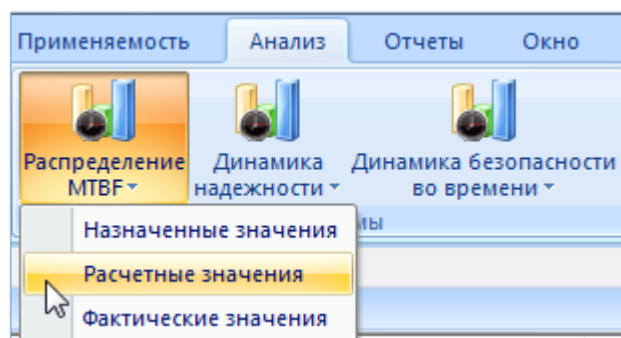

Рис. 13-552 – Выбор диаграммы
4) В отдельном рабочем окне отображается диаграмма по назначенной наработке на отказ по компонентам для выбранного типа изделия (3 на рис. 13-552). Краткое описание инструментов панели «Файл» для диаграмм приведено в пункте 5.4.7 «Панель «Диаграммы»», стр. 62.